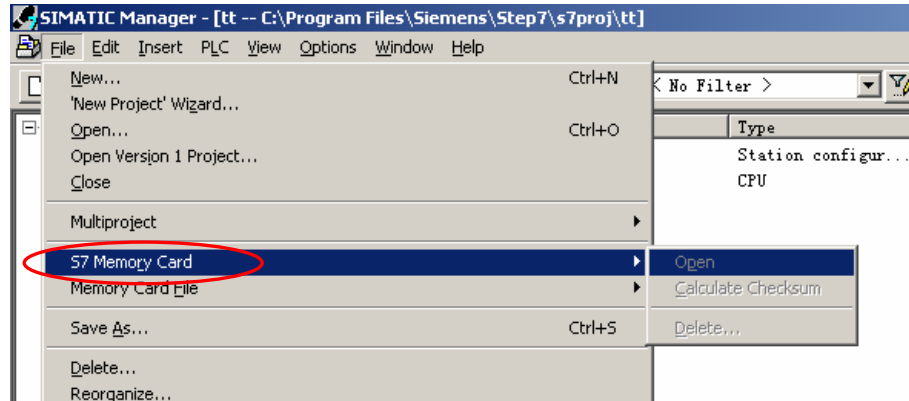

图 8-3
4. 使用 PG 时可以使用 STEP7 中的“File > S7-Memory Card > Open” 菜单命令（如图 8-3）打开存储卡，再用“PLC > Save to Memory Card ”将文件写入 MMC. 此方法也同样适用于 FEPR0M 卡。